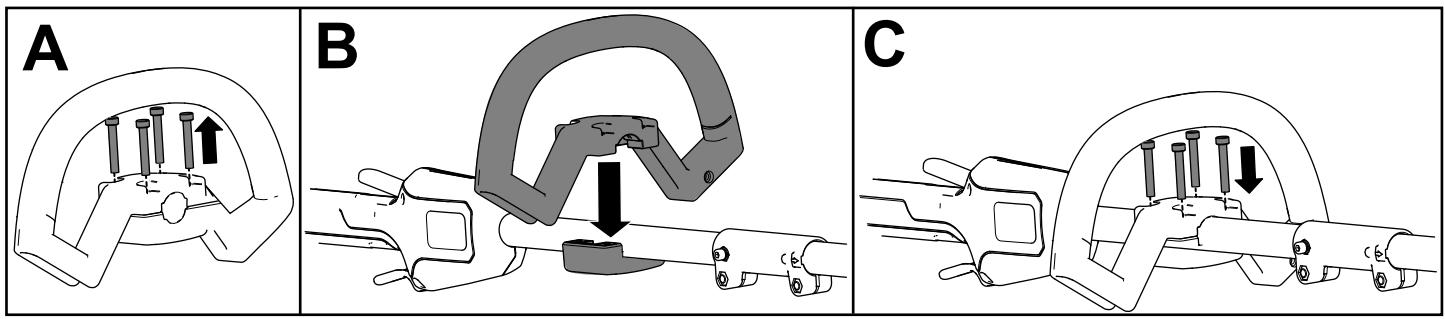

Figure 5
1. Séparez la poignée auxiliaire du support en retirant les 4 vis à tête creuse à l'aide de la clé Allen fournie (A de la Figure 5).
2. Placez la poignée auxiliaire au-dessus de son support sur le manche de la débroussailleuse (B de la Figure 5).
3. Fixez la poignée auxiliaire à son support à l'aide des 4 vis à tête creuse retirées précédemment (C de la Figure 5).
3. Fixez le déflecteur sur la bas de la débroussailleuse à l'aide des 2 vis à tête creuse, des 2 rondelles et des 2 entretoises retirées précédemment (C de la Figure 5).